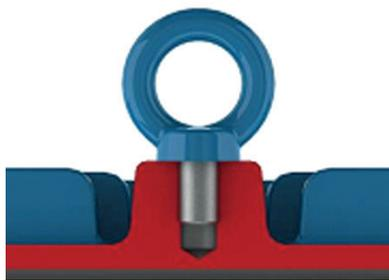
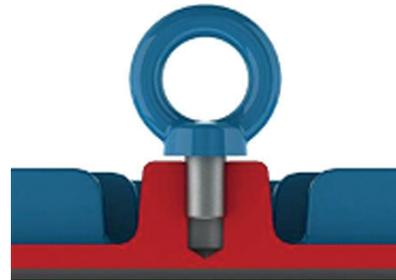

图4.1-正确拧紧吊环螺栓
图4.2-吊环螺栓紧固不正确
在吊装电动机之前，请确保正确拧紧所有吊环螺栓，并且吊环螺栓的肩部要与要举升的基座接触，如图4.1所示。图4.2显示吊环螺栓的紧固不正确。
1. 确保吊环螺栓正确拧紧，如图4.1所示；
1. 确保正确拧紧所有吊环螺栓，如图4.1所示；